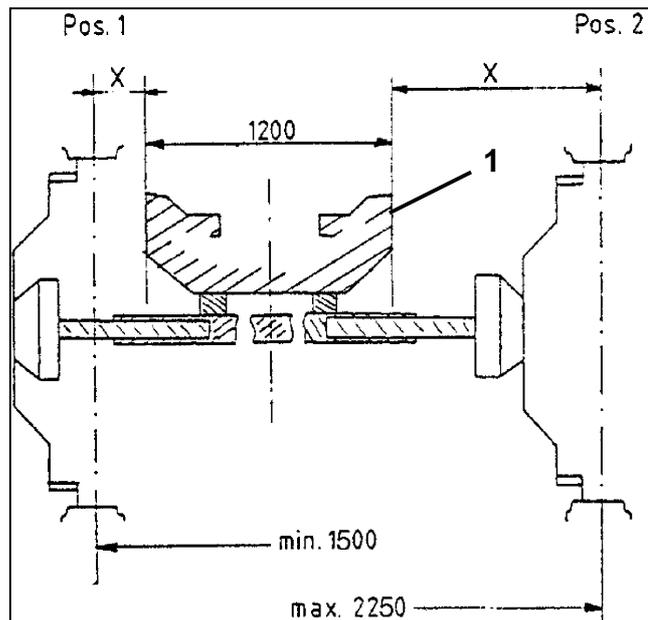

Fig. 4.3
- Stufenlos von 1.500 mm bis 1.960 mm bei Radmontage gemäß Position 1 (Fig. 4.3).
- Stufenlos von 1.700 mm bis 2.250 mm bei Radmontage gemäß Position 2 (Fig. 4.3).
Bei der UG 4500 Nova die Spurweite durch entsprechende Radmontage (Fig. 4.3) verstellen:
Position 2: 2.250 mm (Fig. 4.3)